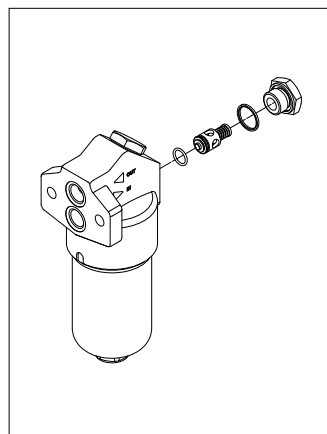

fig. 23
- (Fig. 23) Sostituire gli O-ring del bypass